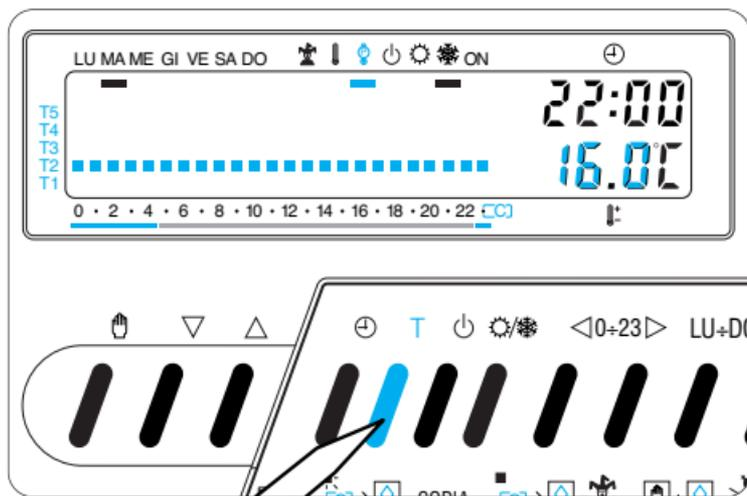

Fig. 33
**8.4** - Premere il pulsante T per confermare il valore della temperatura visualizzata sul display e per passare al livello di temperatura successivo (fig. 33).